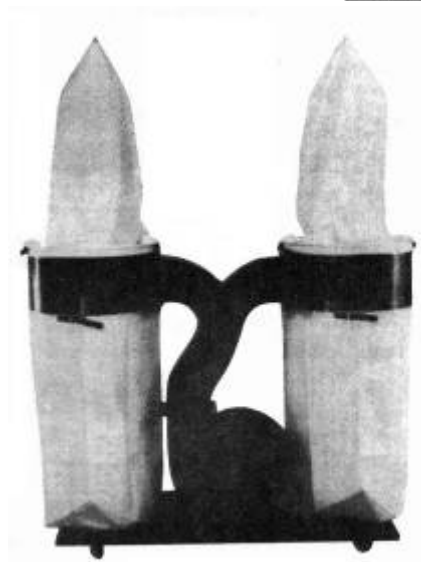

Рисунок 8.
10. На крючки поддерживающих стоек повести фильтрующие (верхние) мешки. Наденьте мешок на корпус пылесоса и закрепите его хомутом (рис. 8).